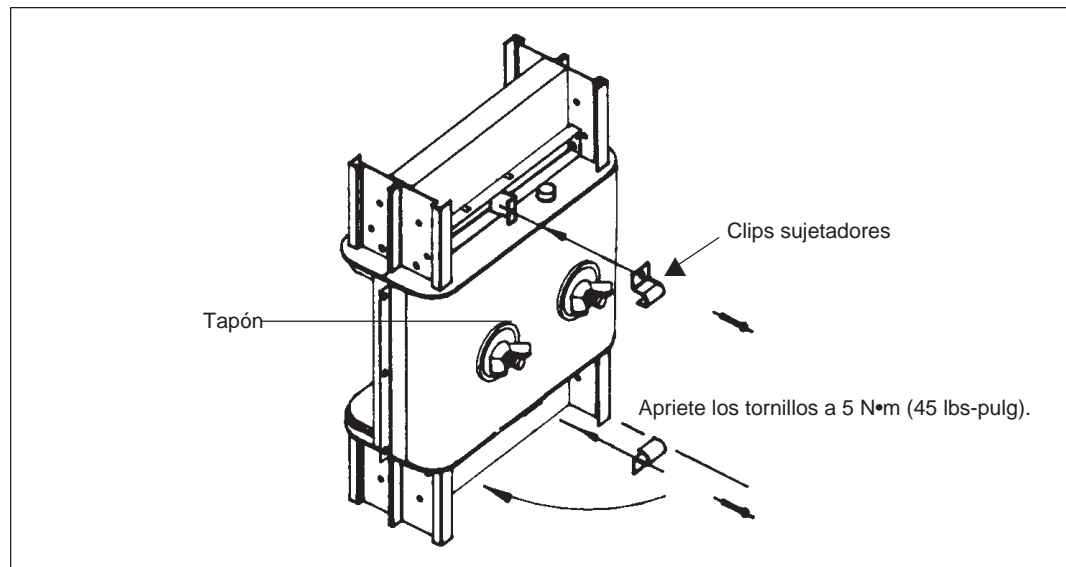

Figura 25
7. Si fuese necesario, instale los clips sujetadores. Los clips no son necesarios si la cubierta cuenta con un solo tapón (figura 25).